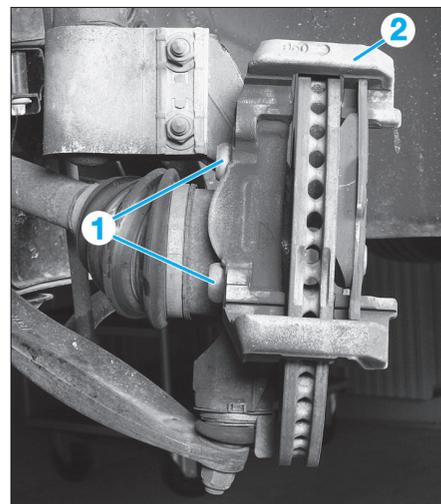

Fig. 17
- les deux vis de fixation (1) du support d'étrier (Fig.17),